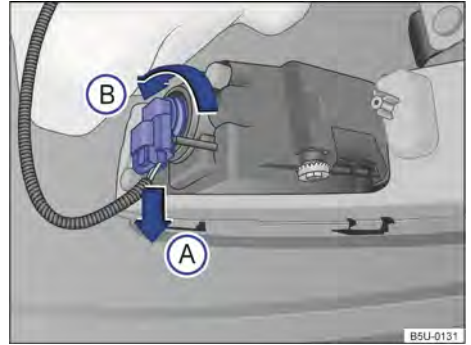

Fig. 182 Atrás do para-choque dianteiro: acesso à lâmpada incandescente do farol de neblina.
- 2 Desencaixar o conector de alimentação da lâmpada → **Fig. 182** no sentido da seta **(A)**, pressionar, ao mesmo tempo, a trava de fixação do conector.
- 3 Girar o soquete da lâmpada → **Fig. 182**, no sentido anti-horário da seta **(B)**, e desencaixá-lo do alojamento.